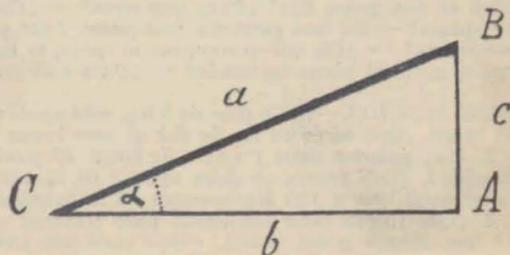

Fig. 21. — Plano inclinado.
63. Plano inclinado. — *El plano inclinado* (fig. 21) es un plano resistente que forma un ángulo con la línea horizontal. Sirve para levantar los cuerpos demasiado pesados.